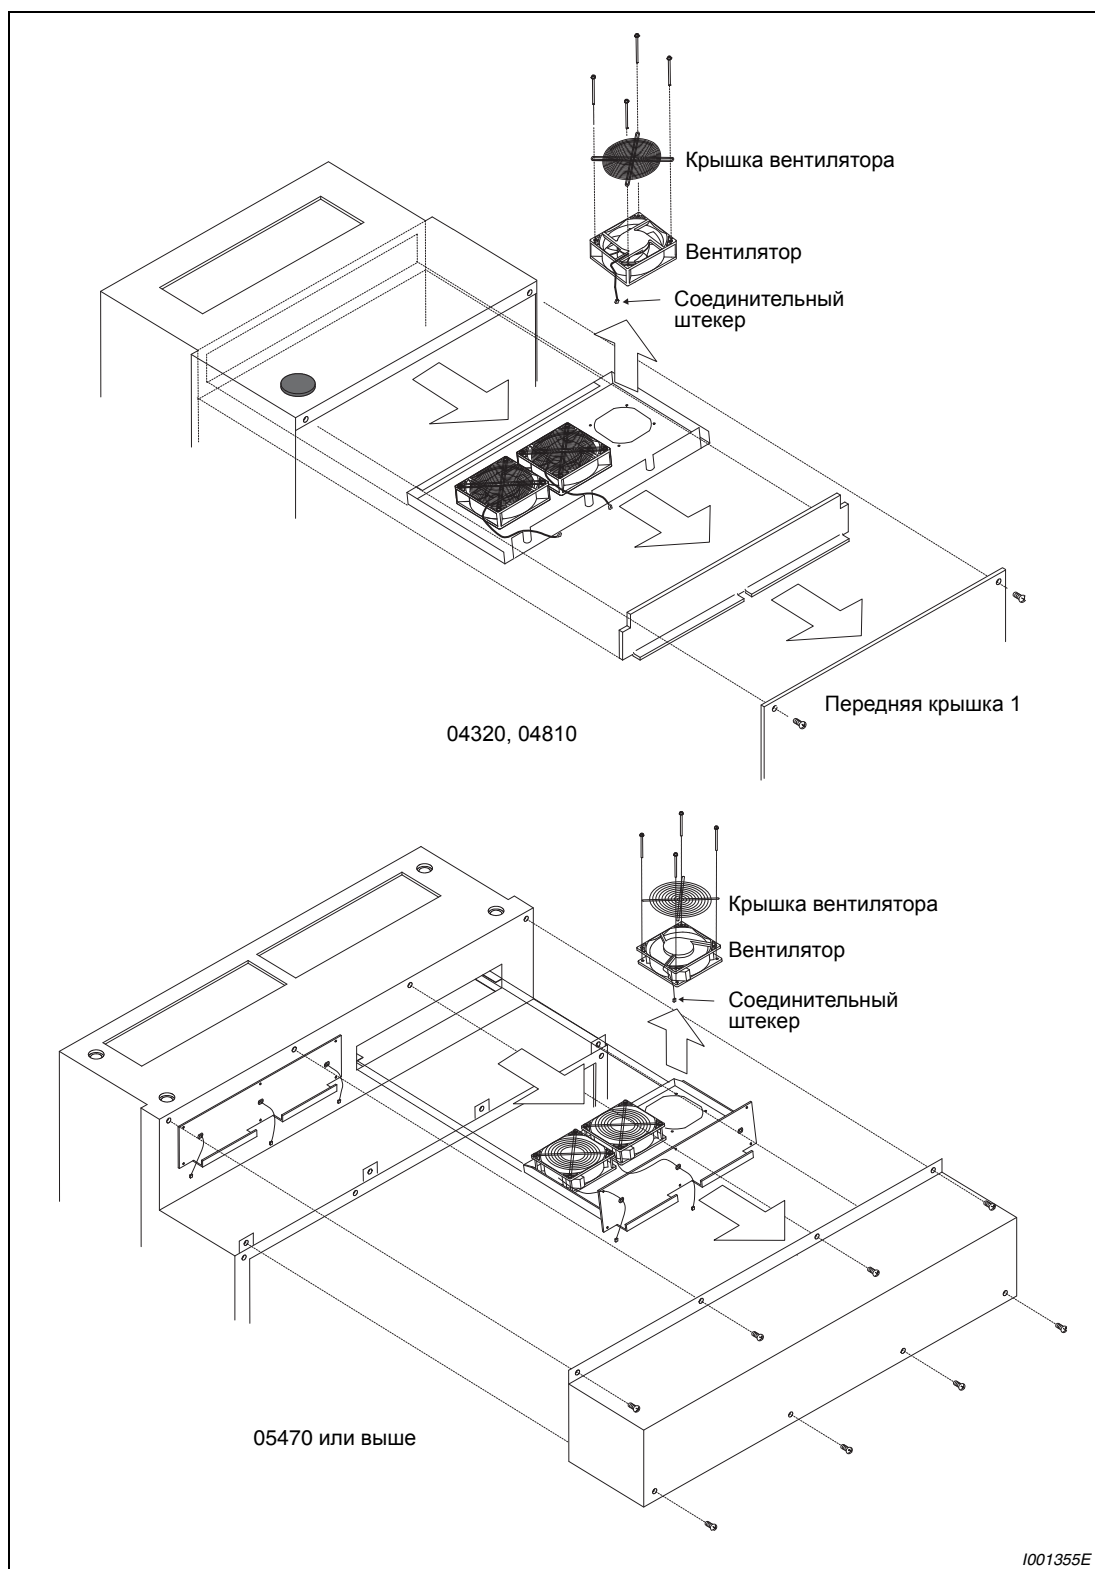

Рис. 8-9: Демонтаж вентилятора охлаждения
- ② Снова вставьте охлаждающий вентилятор, как это показано на рис. 8-9.